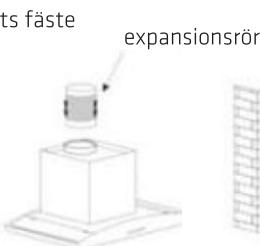

Bild 3
4. Fäst expansionsröret i enlighet med vägledningen, och placera fläktkåpan på kroken. Se bild 3.